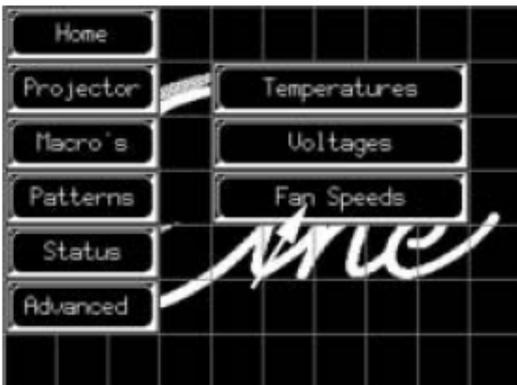

图 10-19 选择风扇速度
1. 按“Fan Speeds”(风扇速度)。(图10-19)